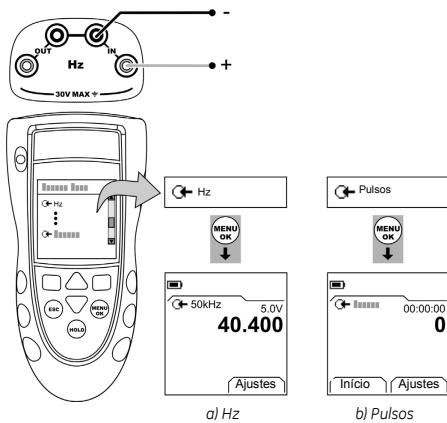

Figura 1: Exemplo de configuração –
- Conecte o instrumento (Figura 1) e, se necessário, ajuste o Conf. (Tabela 1).